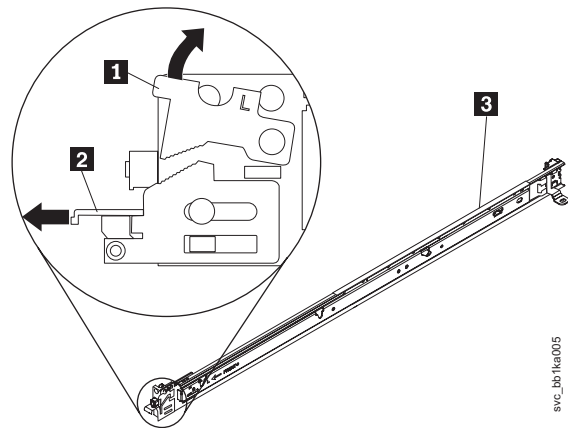

図 52. ラックへの SAN ボリューム・コントローラ 2145-CF8 スライド・レールの取り付け
- a. 図 52 に示すように、R (右) または L (左) のいずれかのマークが付いているスライド・レールの 1 つを選択します。